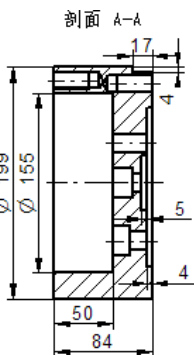

图 10.3.28 标注全剖视图尺寸 2
(2) 单击“前缀”按钮 , 在“尺寸前缀”对话框中单击  清除(C) 按钮, 然后单击  前缀(P) 下面的文本框, 单击  按钮, 添加直径符号, 标注图 10.3.28 所示的直径尺寸。